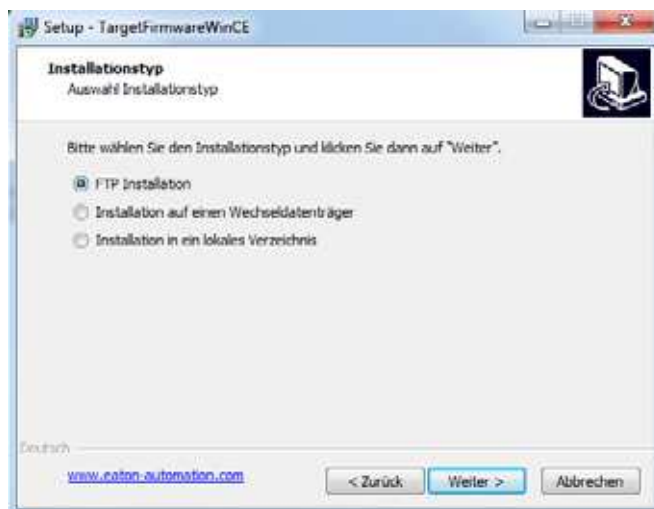

Abbildung 28: Option „FTP Installation“
Die Installation auf einen Wechseldatenträger und die Installation in ein lokales Verzeichnis (→ Abbildung 28, Seite 47) erfolgen prinzipiell analog der FTP-Installation.
- ▶ Wählen Sie im Fenster „Setup - TargetFirmwareWinCE“ (a Abb. 28) „Installation auf einen Wechseldatenträger“ aus.